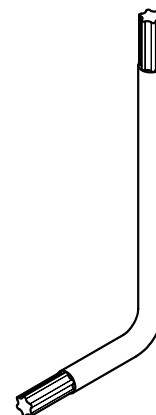

Fig.6
1. Utilice la llave en L ( 3MECL0001) suministrada específicamente para los tornillos TORX de seguridad (Fig.6) y destornille el tornillo en la parte delantera.
1. Utilice la llave en L ( 3MECL0001) suministrada para los tornillos TORX (Fig.6) y quite los tornillos en las partes laterales del cárter, como en la Fig.8.